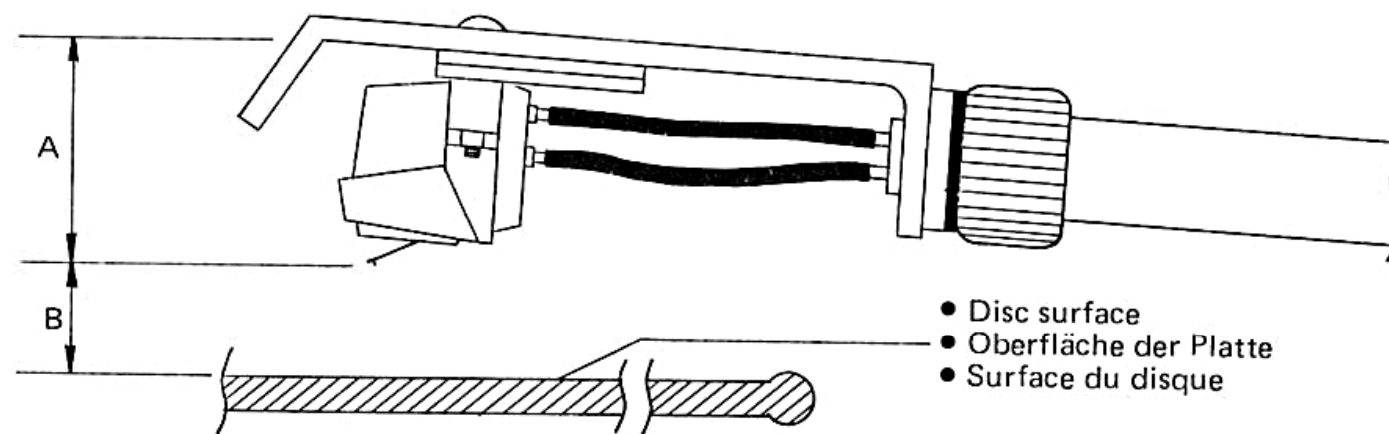

Fig. 3
6. Turn the arm lift adjuster to obtain the optimum space between the stylus tip and the disc surface as per the reference table. (Fig. 3)
6. Drehen Sie jetzt den Einsteller für den Tonarmlift (14) so lange, bis der optimale Abstand zwischen Nadelspitze und Plattenoberfläche laut nebenstehender Tabelle erreicht ist. (Fig. 3)
6. Tourner le réglage d'élévation du bras afin d'obtenir l'espace optimal entre la pointe de lecture et la surface du disque comme indiqué sur la table de référence. (Fig. 3)